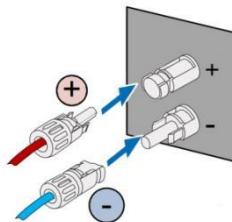

Abb. 5.4 PV-Strang am Wechselrichter anschließen
- (1) Schließen Sie den PV-Strang am Wechselrichter an und vergewissern Sie sich, dass er fest sitzt, wie in Abb. 5.4 gezeigt.
- (2) Wenn Sie den DC-Steckverbinder vom Wechselrichter entfernen, führen Sie die Spitze eines Schlitzschraubendrehers in die erhabene Öffnung in der Mitte des Steckverbinders ein und ziehen das bewegliche Ende des Steckverbinders heraus.